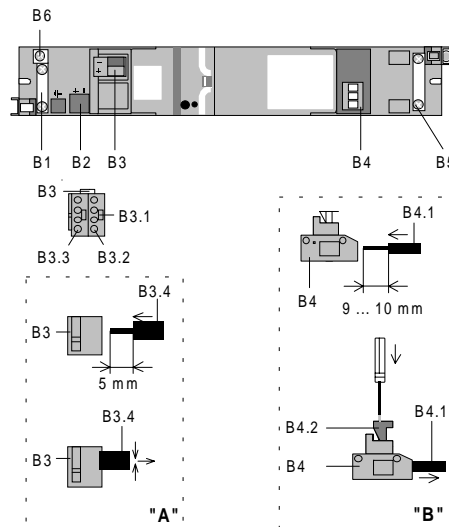

Bild 3: Anschlüsse
Busklemme abziehen (Bild 3)
Busklemme aufstecken (Bild 3)
Anschließen der Busleitung (Bild 3 "A")
- Der Leitungsmantel der Busleitung ist mit der Leitungsfixierung (B1) am Gehäuse des Einbaugerätes zu befestigen. Wird eine Leitung mit Abschirmung verwendet wird, kann diese an der Klemme (B6) festgeschraubt werden (Bild 3).
Die Aussparung (B2) dient zur Aufnahme eines Überspannungsschutzes. Die Anschlüsse werden parallel zu der Buslinie in die Busklemme eingesteckt (Bild 3).
Abklemmen der Busleitung (Bild 3 "A")
Empfängerleitung anschließen (Bild 3 "B")
- Der Leitungsmantel der Empfängerleitung ist mit der Leitungsfixierung (B5) am Gehäuse des Einbaugerätes zu befestigen (Bild 3).
Empfängerleitung abklemmen (Bild 3 "B")